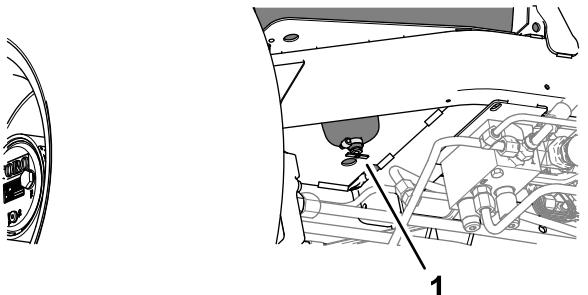

Figura 120
2. Coloque un recipiente de vaciado debajo de la válvula de vaciado en el fondo del depósito de combustible (Figura 120).